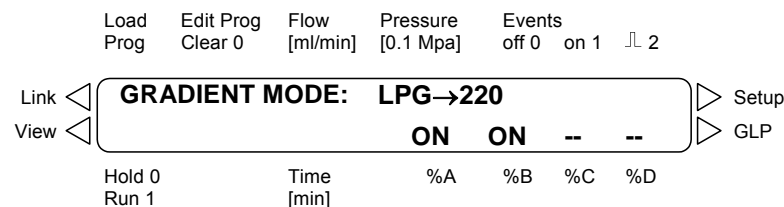

Abb. 16 Beispiel für die Einstellung eines binären Niederdruckgradienten
5. Drücken Sie die \leftarrow oder \rightarrow Taste so oft, bis der Cursor auf der Raute steht. Der Bildschirm sollte nun ähnlich Abb. 16 sein.